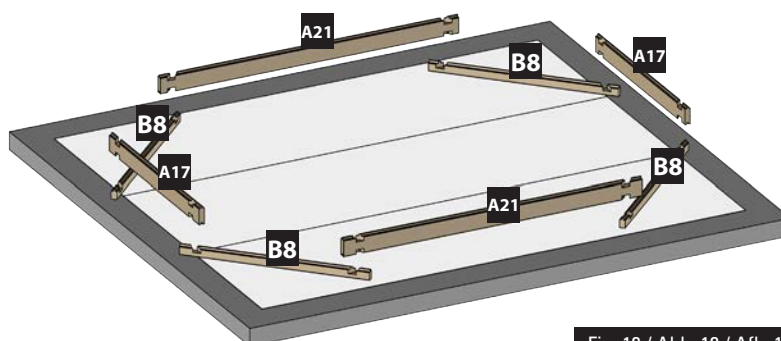

Fig. 12 / Abb. 12 / Afb. 12
**INSTALLATION OF THE FIRST LAYER OF BOARDS:** • Build the first layer placing boards (A21), (A17) and (B8) as shown by figure 12. • Adjust the shape of the pool using the inside dimensions indicated in the installation diagram (see page 20). • The drawing shows the inside dimensions of the pool for the different opposing diagonals. After having installed the first layer, you should check the inside dimensions of the pool.
**POSITIONNEMENT DE LA 1ÈRE RANGÉE DE MADRIERS :** • Constituez la première rangée, en disposant les madriers (A21), (A17) et (B8) comme indiqué sur la figure 12. • Ajustez la forme de la piscine en vous aidant des dimensions intérieures indiquées sur le plan d'implantation (Voir page 20). • Le plan donne les dimensions intérieures du bassin pour les différentes diagonales opposées.
**POSITIONIERUNG DER ERSTEN REIHE VON BRETTERN:** • Errichten Sie die erste Reihe, indem Bretter (A21), (A17) und (B8) platzieren, wie Abb. 12 zeigt. • Passen Sie die Form des Pools an, indem Sie die angezeigten Innenmaße verwenden, die in der Einbauzeichnung (Siehe Seite 20) aufgeführt sind. • Die Zeichnung zeigt die Innenmaße des Pools für die verschiedenen gegenüberliegenden Diagonalen.
**PLAATSING VAN DE EERSTE RIJ PLANKEN:** • Construeer de eerste rij door het plaatsen van planken (A21), (A17) en (B8) zoals te zien is op afbeelding 12. • Plan de vorm van het zwembad aan waarbij u gebruik maakt van de interne afmetingen die zijn aangegeven op het montageplan (Zie pagina 20). • Het plan geeft interne afmetingen van het zwembad aan voor de verschillende tegenover elkaar liggende diagonale lijnen.